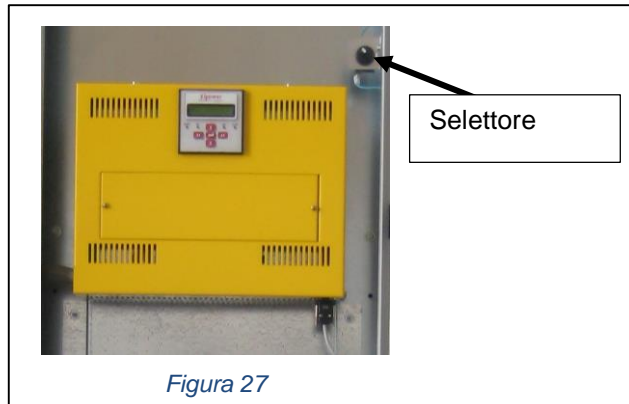

Figura 27
- Dopo aver eseguito le operazioni di collegamento descritte precedentemente, porre il selettore START-STOP (vedi Figura 27) su STOP.